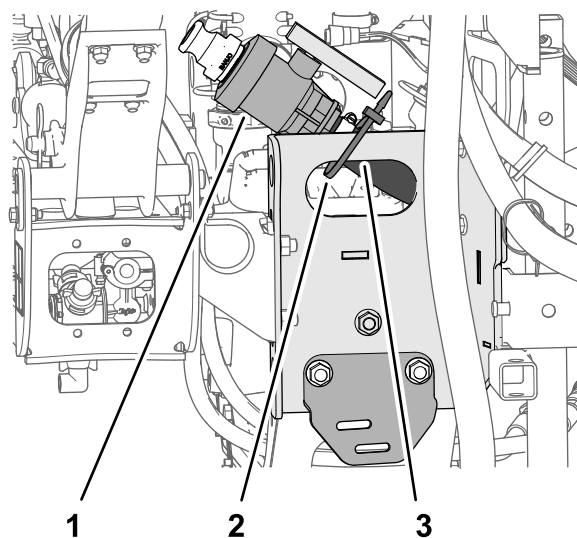

Рисунок 13
1. Снимите кабельную стяжку, которая крепит сливной клапан со шлангом для бака опрыскивателя к швеллеру рамы (Рисунок 13).